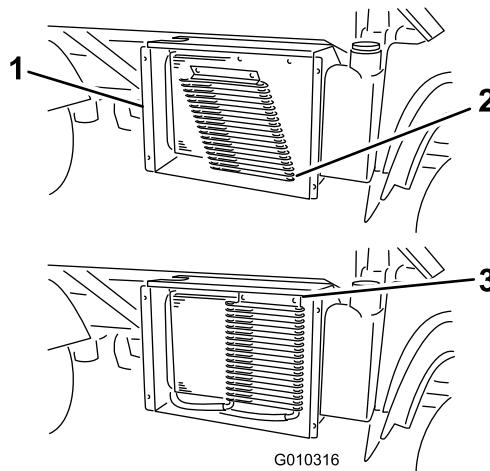

図 13
1. ラジエターの下にあるスロットに、クーラ取り付け用タブを差し込む図 13。
2. クーラを回転させて立てた姿勢とし、クーラの 上部を $\frac{1}{4}$ 回転ファスナーでラジエターに固定す る図 13。